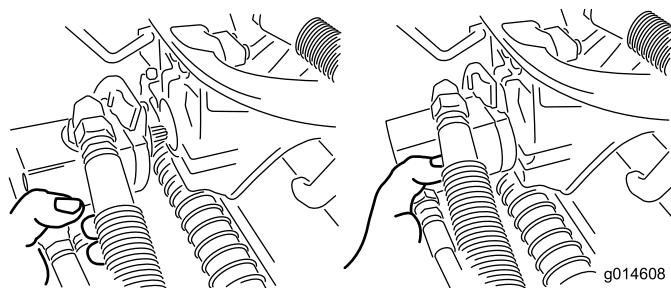

Рисунок 33
3. Переместите электродвигатель на место хранения на передней стороне рычага подвески (Рисунок 33).